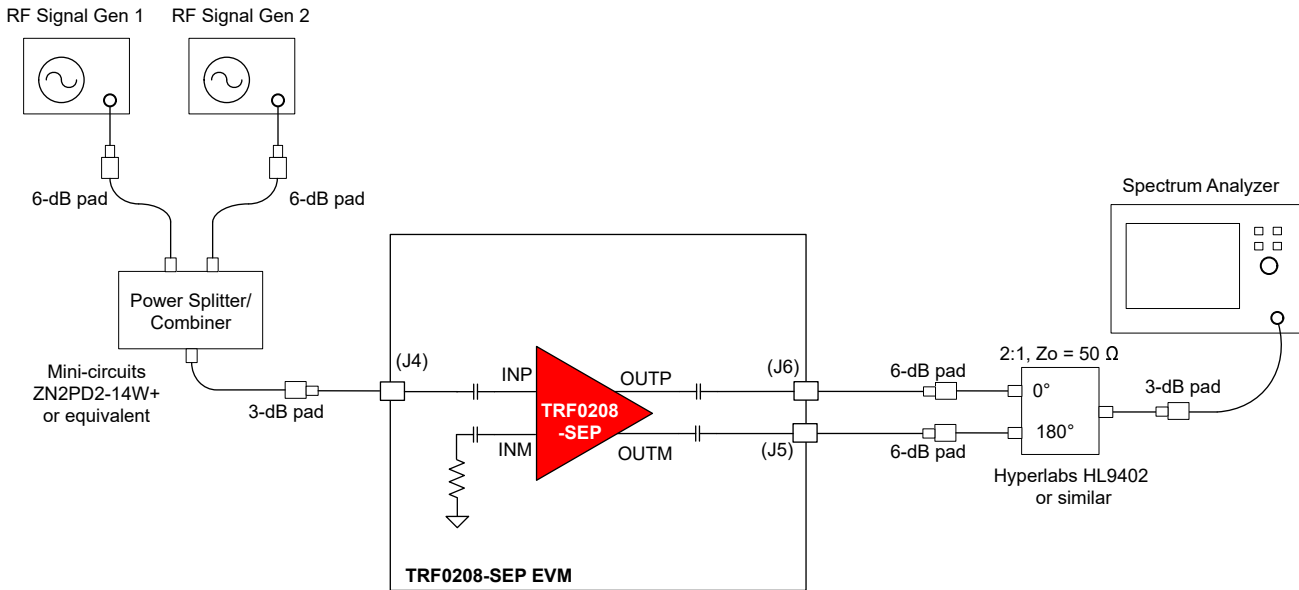

图 3-4. OIP3 测试设置
1. 如图 3-4 所示，使用同相功率分离器和组合器合并两个信号发生器输出。建议对信号发生器输出使用 6dB 衰减器，以防发生器相互通信，并导致信号发生器 IMD3 杂散。
3. 德州仪器 (TI) 建议将输出功率级别保持在 TRF0208SEP/SP 器件的线性工作范围内。例如，如果在器件上所需的总输出功率为 8dBm，则相应地设置信号发生器，使每个基波输出功率的结果是 2dBm/子载波。一般情况下，TI 建议将总输出功率级别保持在比 1dB 压缩点低约 6dB 至 8dB。有关此器件支持的输出功率级别，请参阅器件数据表。